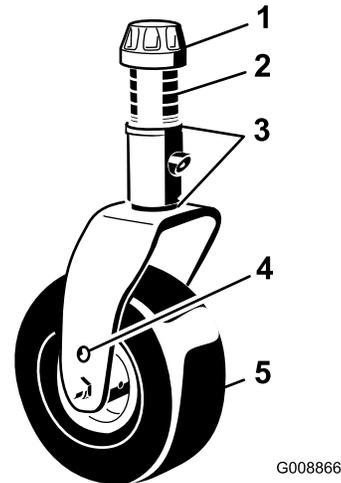

Figura 34
3. Ajuste los suplementos de 3 mm de las horquillas de las ruedas giratorias delanteras hasta que la altura de corte se corresponda con la marca de la pegatina (Figura 34); consulte Medición de la inclinación de la carcassa de corte \(página 67\).